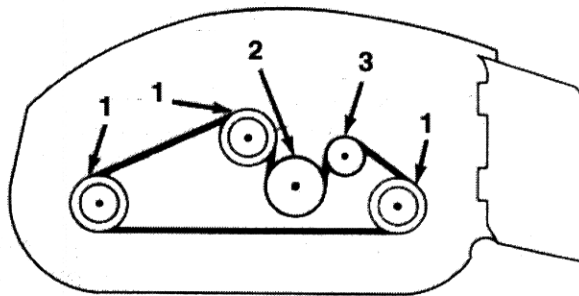

Fig 12—Remmens placering
2. Fjern møtrikken, der fastholder fjederankeret på skruen i huset (Fig. 12). Løft ankeret af skruen, så remmen bliver slap.
4. Sæt den nye rem på rundt om spindelremskiverne, gearkasserremskiven og strammeremskiven (Fig. 12).